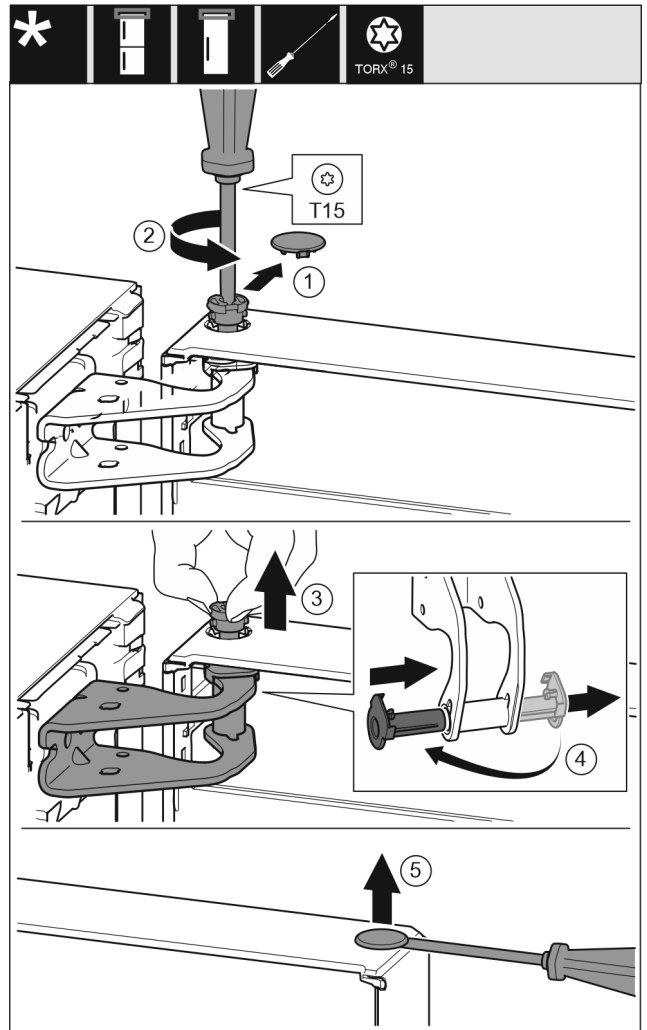

Fig. 9
- ▶ Обережно зніміть запобіжну кришку. Fig. 9 (1)
- ▶ Трохи викрутіть гвинт за допомогою викрутки T15. Fig. 9 (2)
- ▶ Притримуйте дверцята і витягніть палець руками. Fig. 9 (3)
- ▶ Витягніть із прямої опорної втулки. Встановіть і зафіксуйте з іншого боку. Fig. 9 (4)
- ▶ За допомогою шліцевої викрутки обережно підійміть пробку із опорного втулка дверцят та витягніть її. Fig. 9 (5)